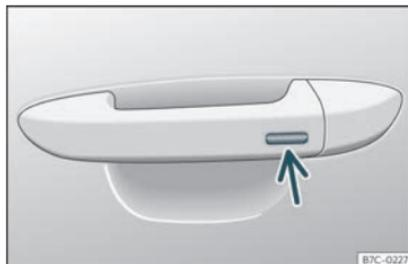

Fig. 91 Poignée de porte : surface sensible.
- Appuyez un doigt pendant quelques secondes sur la surface sensible de verrouillage >>> **fig. 91** (flèche) de la poignée de porte jusqu'à ce que le toit ouvrant se ferme. Si vous cessez de toucher la surface sensible, la fonction d'ouverture/fermeture s'interrompt.